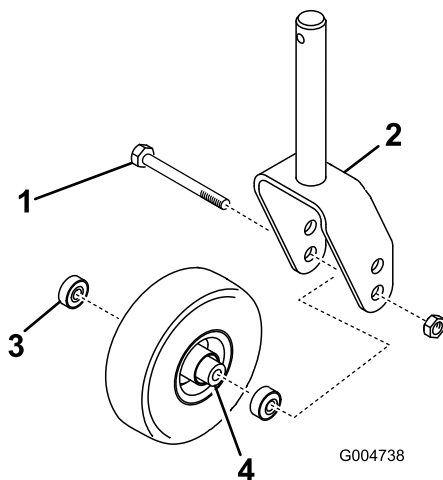
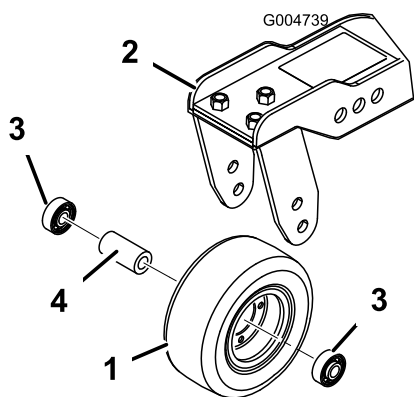

Figura 126
Figura 127
1. Retire a porca de bloqueio do parafuso que fixa o conjunto da roda giratória entre a forquilha da roda giratória (Figura 126) ou o braço articulado da roda giratória (Figura 127).
2. Retire o rolamento do cubo da roda e deixe cair o espaçador do rolamento para fora (Figura 126 e Figura 127).